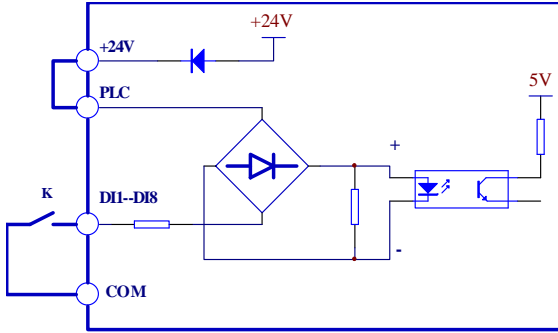

图 3-21 使用内部24V电源的接线方式
- 1) 用变频器内部的24V电源, 接线方式如图3-21 (注意: PLC与24V端子间的连接线应可靠连接)。